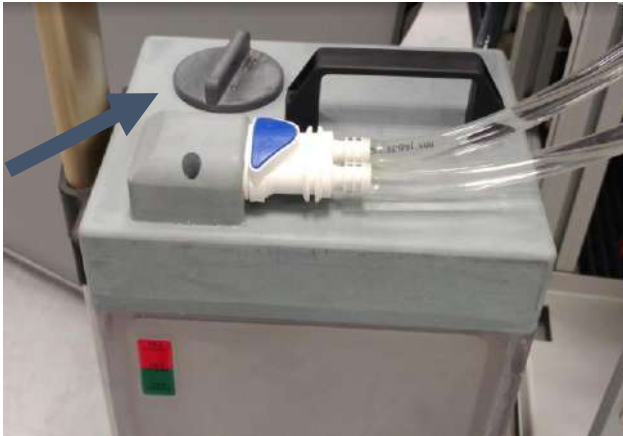

Figure 12-4
Étape 6. Ouvrir le couvercle du réservoir d'eau (voir Figure 12-4.)